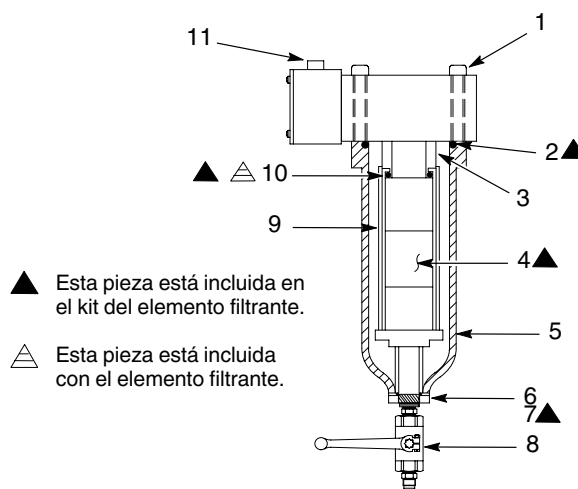

Figura 2 Componentes del filtro
1. Ver la figura 2. Cerrar las válvulas de bola de suministro de material ubicadas a ambos lados del filtro, que provienen de los descargadores al soporte del filtro.
2. Desconectar el cable del conector de cables (11).
3. Colocar un depósito de cinco galones debajo de las válvulas de purga del filtro (8). Abrir la válvula de purga del filtro para aliviar la presión de material. Cerrar la válvula de purga del filtro cuando el material no purgue bajo presión.
4. Retirar el racor (6) del recipiente del filtro. Retirar la junta tórica (7) del racor. Desechar la junta tórica.
5. Admitir el recipiente del filtro (5). Extraer los tornillos de las cuatro tapas (1) utilizando una llave hexagonal de 1/2 pulg. Retirar el recipiente del filtro y la junta tórica del recipiente del filtro (2). Desechar la junta tórica.
6. Retirar el elemento filtrante (4). Limpiar el recipiente del filtro y el cabezal del filtro (9).
1. Ver la figura 2. Instalar un nuevo elemento filtrante (4) en la parte inferior del cabezal del filtro (9).
2. Instalar la nueva junta tórica (2) en el recipiente del filtro (5). Admitir el recipiente del filtro (5) en la parte inferior del cabezal del filtro (9). Instalar los cuatro tornillos de tapa de cabeza hueca (1) y apretarlos a 325 N•m (240 ft-lb).
3. Instalar la nueva junta tórica (7) en el racor (6). Instalar el racor en el recipiente del filtro (5) y apretarlo de forma fija.
5. Conectar el cable al conector del cable (11).